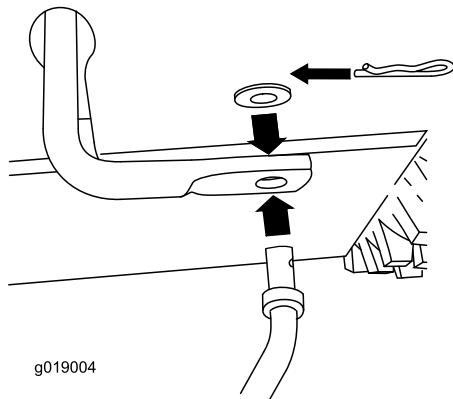

Bild 4
- Setzen Sie das untere Ende der Stange so in den Unterlenkerarm ein, dass das gebogene Ende der Geschwindigkeitsschaltstange nach hinten zeigt (Bild 4).
- Befestigen Sie das untere Ende der Geschwindigkeitsschaltstange mit einer Flachscheibe und einem Splint (Bild 4).